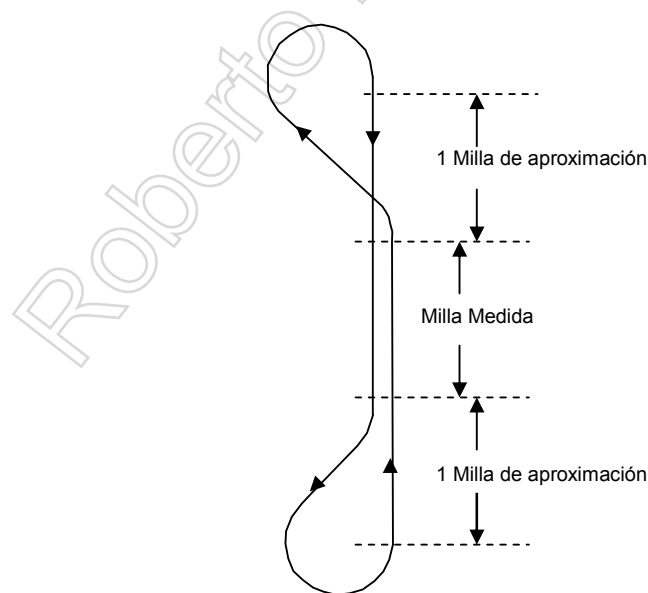

Fig. 5. Milla Medida.
Para calibrar la corredera se debe calcular la velocidad navegada según la corredera y en segundo lugar, calcular la velocidad verdadera. Esto requiere un mínimo de dos y un máximo de cuatro "patas" en la milla medida, a varias velocidades, ver Fig. 5. La comparación entre la velocidad de la corredera y la verdadera dará el % de error. Para calibrar la corredera se debe navegar a varias velocidad, de otra manera sería imposible determinar los errores en todo el rango de velocidades.
- f. Se realizan una serie de corridas a velocidades diferentes en una distancia fija (normalmente una milla (milla medida). (Ver Fig. 5). Las corridas son por lo general a las siguientes velocidades:
- (1) 6, 12, 18, 24 nudos y cada 6 nudos hasta la máxima velocidad
- (1) Las revoluciones de los motores se deben mantener constante durante las corridas a un velocidad determinada. Para asegurar que la velocidad apropiada ha sido alcanzada para los motores, es necesario navegar en línea recta por cinco minutos, antes de ingresar a la milla medida. Ver Fig. 5.
- (2) El ángulo de caña durante la caída entre corridas a una misma velocidad, no debe exceder 15 grados, para asegurar al mínimo, la disminución de la velocidad en la caída. La velocidad disminuida se puede alcanzar durante la fase de navegación recta.
- (3) La cantidad de grados de caña debe ser mínimo, para evitar fuerzas en los timones que afecte a la velocidad del buque.
- (4) Estas pruebas se deben hacer con mar calma. El viento no debe de exceder de 10 nudos, ya que el efecto del mar y del viento, afecta significativamente ya que y no pueden ser estimado con exactitud para su corrección.
- (5) El intervalo de tiempo entre corridas en la milla medida, deben ser registradas y deben ser razonablemente constante. En la siguiente tabla se muestra un ejemplo: